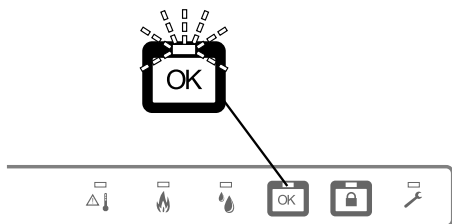

Fig. 12
4. Kontroller at indikatorlampen på OK-symbolet blinker med fem sekunders intervaller, Fig. 12. Kalibreringen er fullført.
3. Kontroller at indikatorlampen på OK-symbolet blinker med fem sekunders intervaller, Fig. 12.